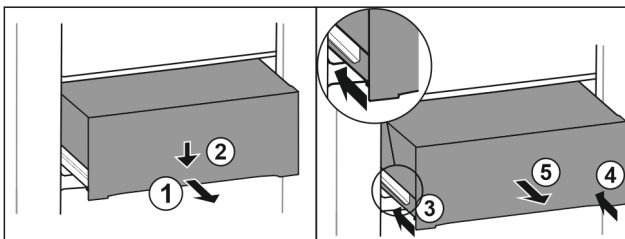

Fig. 104
- ▶ Húzza ki félig a fiókot. Fig. 104 (1)
- ▶ Nyomja le a fiók elülső oldalát. Fig. 104 (2)
- ▶ Tolja be a bal oldali sínt körülbelül 2 cm mértékben. Fig. 104 (3)
- ▶ Tolja be a jobb oldali sínt körülbelül 2 cm mértékben. Fig. 104 (4)
- ▶ Vegye ki a fiókot előre felé. Fig. 104 (5)